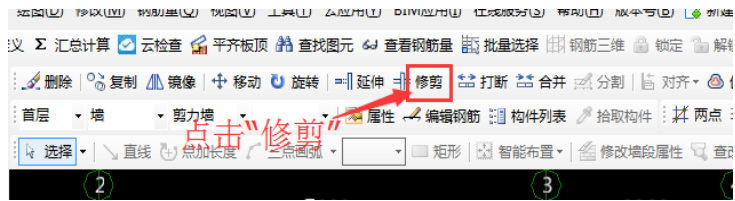

图 2-30 单击“修剪”命令按钮
(1) 在绘图过程中，如果遇到以下问题，可以使用“修剪”功能：① 需要将选中的构件图元修剪到指定的边界；② 删除线性构件图元的一部分。
(2) 操作步骤如下。
① 在工具栏中找到并单击“修剪”命令按钮，如图 2-30 所示。